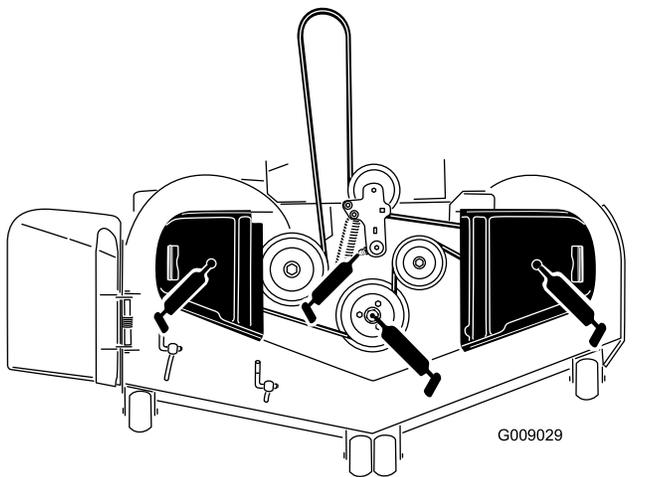

Figure 45
3. Graissez le pivot de la poulie de tension du tablier de coupe jusqu'à ce que la graisse ressorte par le bas (Figure 45).
4. Lubrifiez les roulements des 3 axes jusqu'à ce que la graisse ressorte par les joints inférieurs (Figure 45).
5. Graissez le bras de la poulie de tension de la courroie d'entraînement (Figure 45).